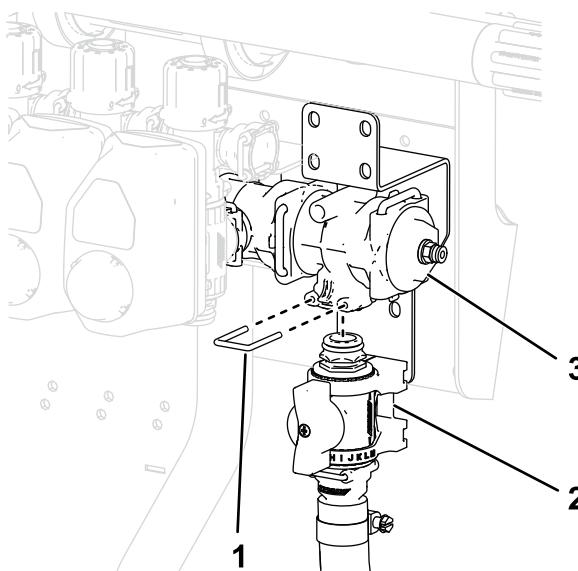

Figura 38
9. Sujete el conjunto de la válvula de control al acoplamiento en T con una horquilla de retención, como se muestra en la Figura 38.